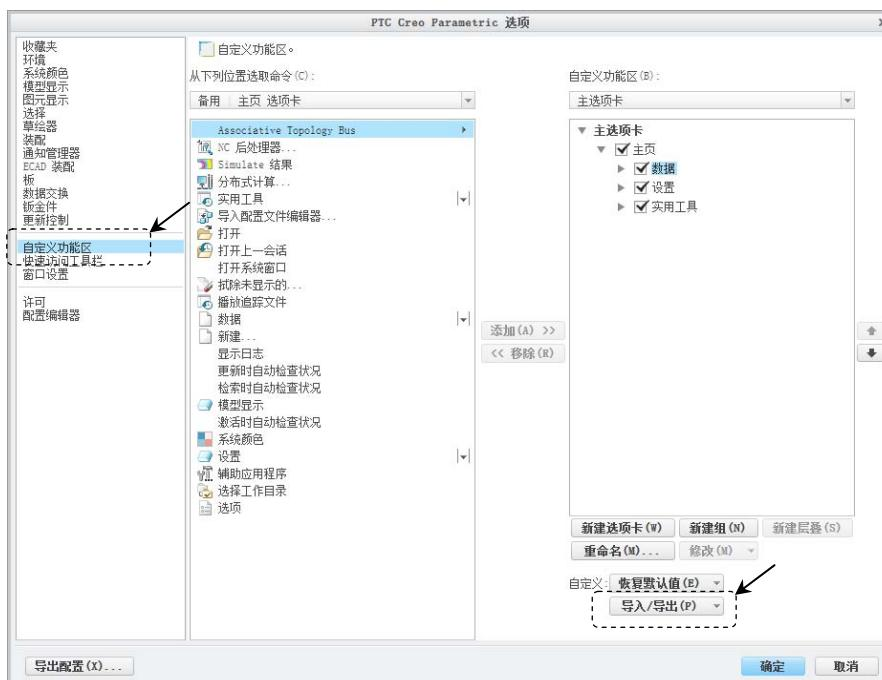

图 1.6.3 “自定义功能区”设置界面
(1) 在“PTC Creo Parametric 选项”对话框的从下列位置选取命令(C): 下拉列表中选择所有命令选项。
(2) 在命令区域中选择拭除未显示的...选项，然后单击添加(A) >> 按钮。
(3) 单击对话框右侧的↓按钮和↑按钮，可以调整添加的按钮在快速访问工具栏中的位置。
Step4. 功能区设置。在“PTC Creo Parametric 选项”对话框中单击自定义功能区区域，即可进入“自定义功能区”设置界面。在此界面中可以设置功能区各选项卡中的按钮，也可以创建新的用户选项卡，如图 1.6.3 所示。